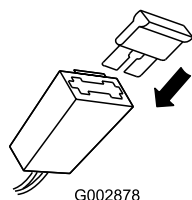

Figura 11
2. Inserite il fusibile nel portafusibili (Figura 11).